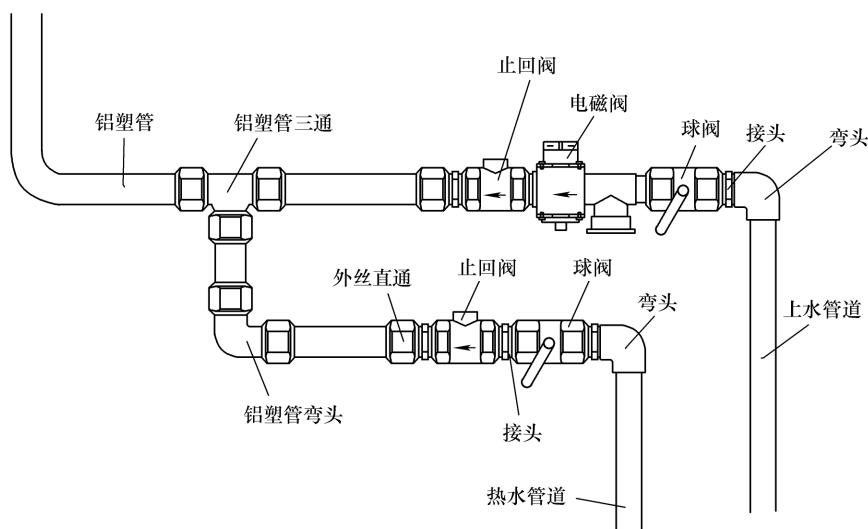

图 7-14 室内管路安装示意图
① 将预留好的管路接头按照安装图进行安装。
② 室内管路安装示意图如图 7-14 所示。
① 螺纹连接管道安装后的管，螺纹根部应有 2~3 扣的外露螺纹，多余的应清理干净。给水立管始端和装有阀门等易损配件的地方要求安装可拆的连接件。
② 自来水进水端必须安装止回阀，防止停水时热水倒流进入自来水管，避免自来水管损坏或者烫伤其他业主。
③ 管道穿楼板时，应设置套管，套管应高出楼面 0.05m，管道穿楼板、屋面时，应采取严格的防水措施，且穿越前端应设固定架。管道穿墙进室内时可采用塑料管口或其他装饰材料修饰。
④ 管路的穿墙孔必须保证有倒坡，且做好密封，以防雨水、异味等进入。